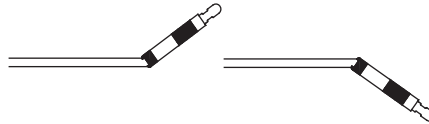

Abbildung 6
2. Als Nächstes wird der Pusher wieder gerade gebogen, erneut gebogen und wieder gerade gebogen, bis sich das Pusher-Rohr öffnet und das Auslöseelement freiligt (Abbildung 6).